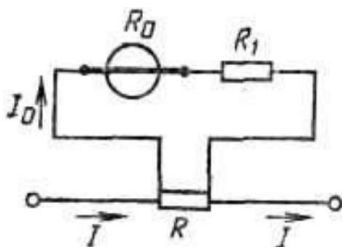

Рисунок 4.3 - Схема підключення шунта
7. Визначити опір шунта R і опір резистора R_1 для схеми послідовної температурної компенсації (рисунок 4.3) для отримання на базі магнітоелектричного механізму (варіант 6) амперметра на 5 А з температурною похибкою, яка не перевищує 1,5% при зміні температури обмотки на $+10^\circ$ С. Температурні коефіцієнти матеріалів обмотки рамки $\beta_0 = 4\%$ на $+10^\circ$ С, спіральних пружин $\beta_w = 1\%$ $+10^\circ$ С.